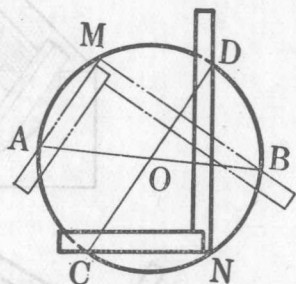

图 7-3
(1) 把角尺的直角顶点紧靠圆形工件的边缘 M (图 7-3)，角尺的两边与工件边缘交于 A 、 B 两点，划直线 AB ；
(2) 把角尺换一位置，按上面方法划直线 CD ，则 CD 与 AB 的交点 O 就是所要定的圆心。
顶点在圆周上，两边和圆周相交的角 (图 7-3 中的 $\angle AMB$ 、 $\angle CND$) 叫做圆周角。我们已经知道，半圆上任一点和直径两端点连线的夹角是直角*，也就是说：直径所对的圆周角是直角。反过来也有：圆周角是直角时，它所对的弦就是直径。因此图 7-3 中的 AB 、 CD 都是这圆的直径， O 点就是所要定的圆心。